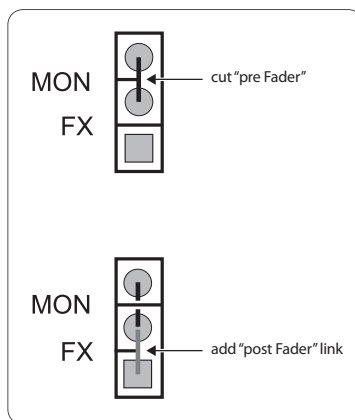

図 5.1: MON/FX の切り替え (プリフェーダーからポストフェーダーへ)
2. 切り替える部分は、フロントパネルと垂直の位置にあるサーキットボード (回路基盤) 上にあります。図 5.1 参照。